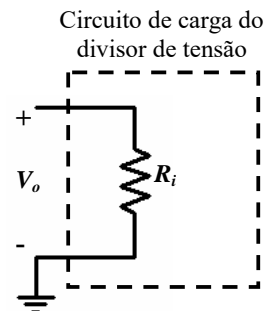

Fig. 3.4
b) Suponha que o divisor de tensão que montou se destina a fornecer a tensão  $V_o$  a um outro circuito cuja entrada se pode representar, para efeitos de teste, por uma resistência, tal como ilustrado na fig. 3.4.